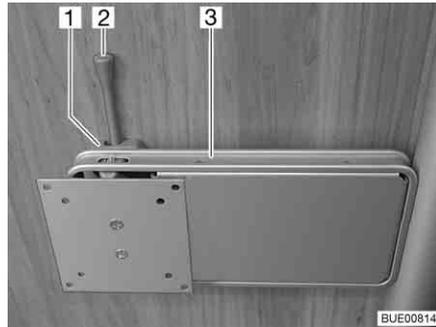

Fig. 74 Fijación en la columna
- Empujar la palanca de desbloqueo (Fig. 74,2) hacia el lado y girar el soporte (Fig. 74,3) junto con la pantalla plana a la posición deseada.
- Girar la pantalla plana hacia la posición inicial hasta que el soporte (Fig. 74,3) engatille en el bloqueo (Fig. 74,1).